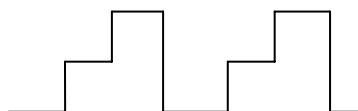

图 4-8 阶梯波
- **Step** (阶梯波): 设置 **Position** (基准值)、**Amplitude** (振幅值)、**Period** (周期时间)、**Phase** (初始相位)、**Step** 阶梯数, 产生基准值~基准值加振幅值之间范围的阶梯波。如图 4-8 为 **Step** 设为 3 的波形。